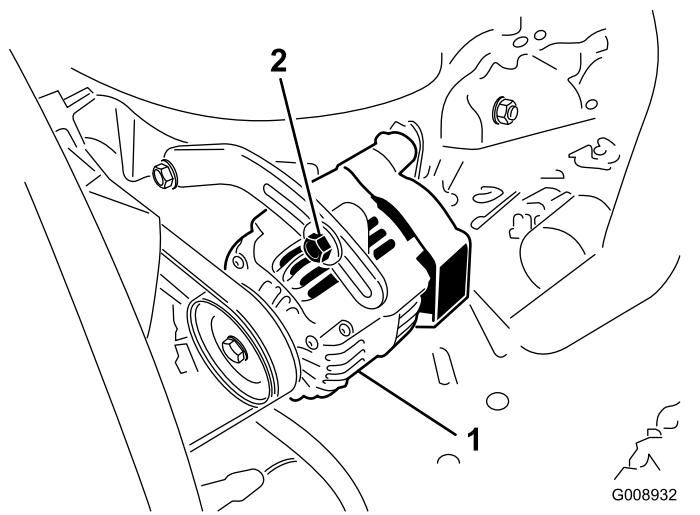

図 53
オアウタネータのベルト図 53 は100運転時間ごとに点検します。
2. たわみが10 mm程度でない場合には、オルタネータ取り付けボルト図 53 をゆるめる。適当な張りに調整してボルトを締める。ベルトのたわみが適切に調整されたことを確認する。